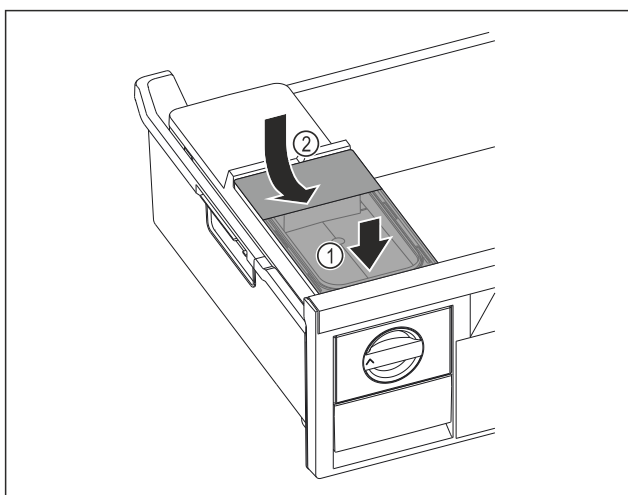

Fig. 139
- Nasad'te vpředu nádržku na vodu. Fig. 139 (1)
- Spusťte nádržku na vodu vzadu dolů. Fig. 139 (2)